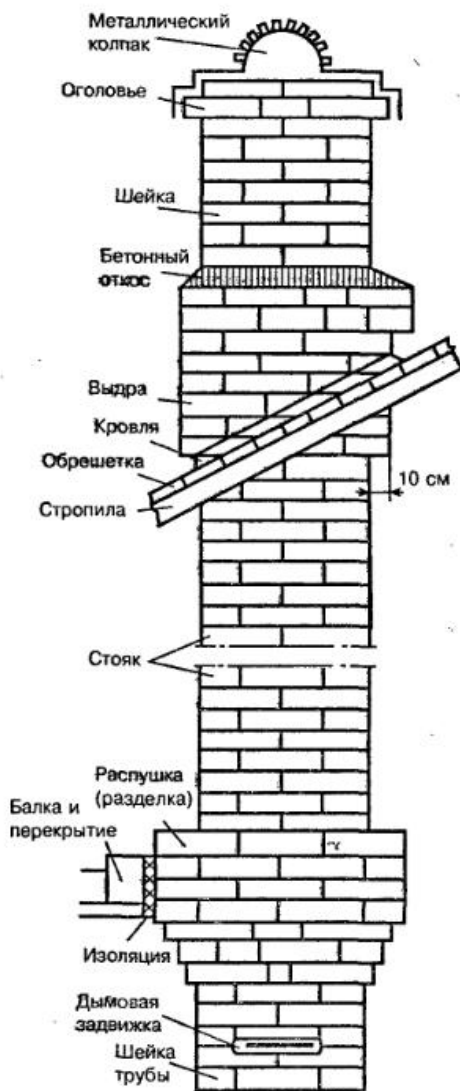

Рис. 1.7. Дымовая труба
3. *Труба.* Название этого устройства говорит само за себя (рис. 1.7). Труба нужна, чтобы удалить из дома, точнее — из дымохода, продукты горения, а именно достаточно горячий воздух с частичками сажи. Тяга в печи зависит от высоты трубы. Дым на выходе трубы должен быть горячее 100°C , чтобы из него, как уже говорилось, не выделялся конденсат; поэтому стенки трубы должны быть достаточно толстыми, чтобы дым не успел охладиться. К внутренней поверхности трубы предъявляются те же требования, что и к поверхности каналов дымохода: она дол-